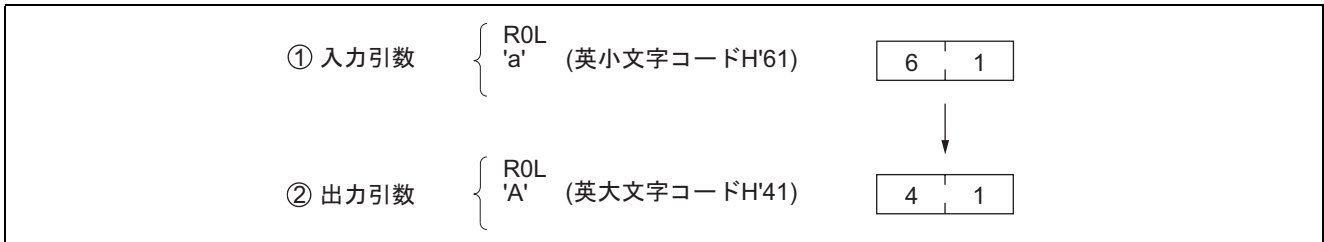

図 6-1 ソフトウェア TPR の実行例
(2) 図 6-1 にソフトウェア TPR の実行例を示します。